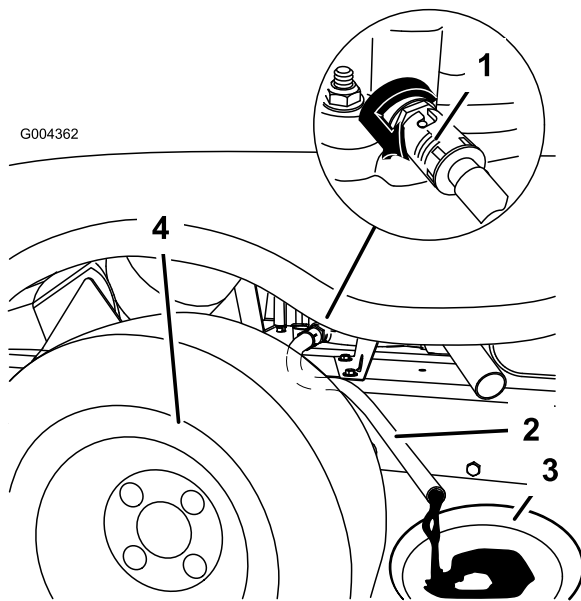

Bild 36
6. Stellen Sie ein Auffanggefäß unter den Ablassschlauch. Öffnen Sie das Ölablassventil, um das Öl abzulassen (Bild 36).
8. Entfernen Sie den Ablassschlauch (Bild 36).